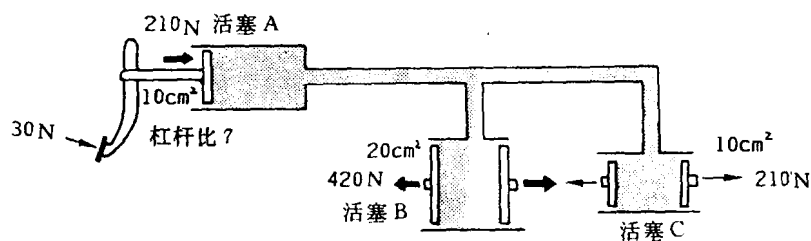

图 1-10 油压刹车原理
(4) 液压的运用: 根据帕斯卡原理, 我们就可以利用液体传递动力的特性, 加以灵活运用, 例如用很小的力量, 产生很大的压力来操作某机件, 如图 1-10 所示, 踏板杠杆比为 1:7, 故